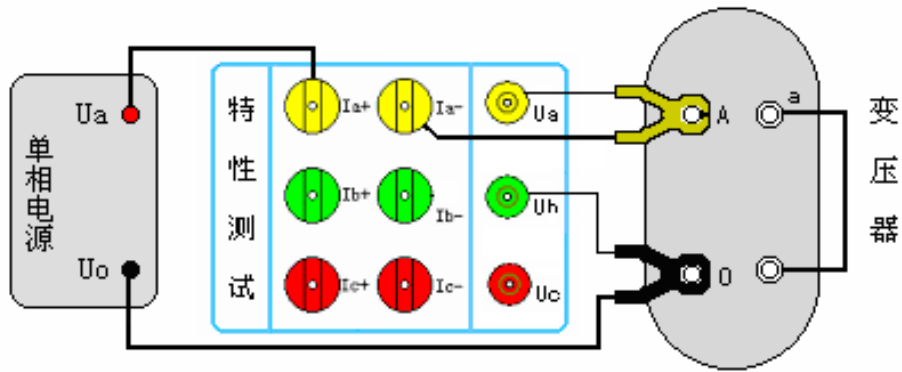

图 26、单相变压器短路损耗测量
- (3). **测量单相变压器短路损耗：**按图 26 接法：